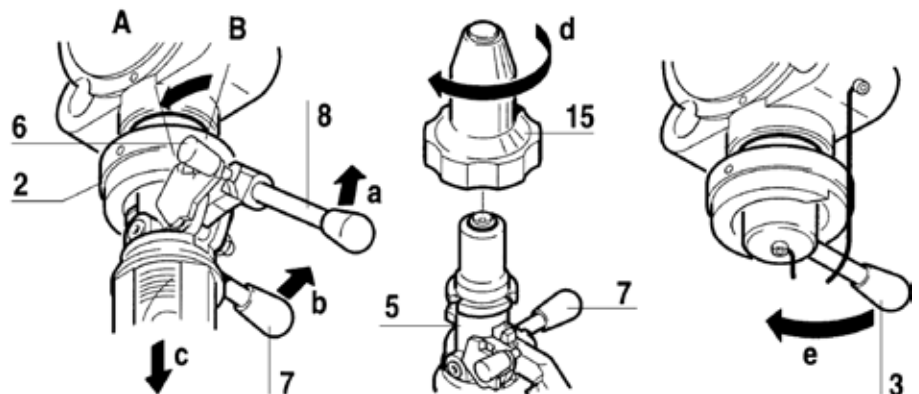

Figura 10
9.3 Desacoplamiento de la jeringa de émbolo (Figura 10)